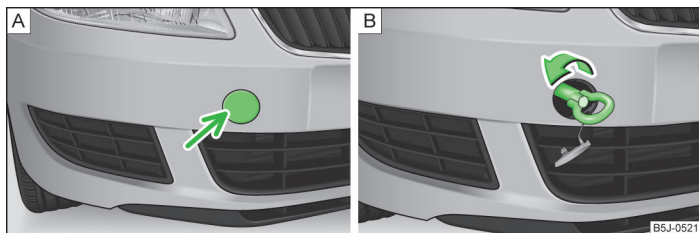

Fig. 148 Bara de protecție față: Capacul / montarea cârligului de tractare
- Apăsăți pe partea stângă a capacului, în sensul indicat de săgeată » fig. 148 - [A].
- Înșurubați cu mâna cârligul de tractare, până la limită » fig. 148 - [B]. Pentru strângere cârligului, vă recomandăm să folosiți de exemplu cheia de roți, cârligul de ancorare al unui alt autovehicul sau un alt obiect asemănător, pe care să îl puteți introduce prin cârlig.